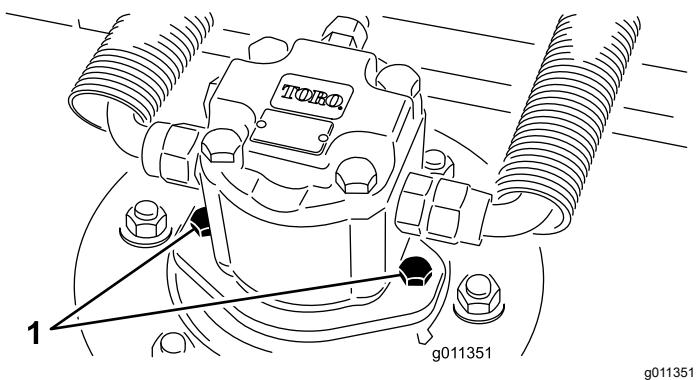

Figura 61
- Desconecte y retire el motor hidráulico de la unidad de corte (Figura 61). Tape la parte superior del eje para evitar la contaminación.
- Instale el motor hidráulico en la carcasa (Figura 61). Asegúrese de que la junta tórica está correctamente colocada y que no está dañada.